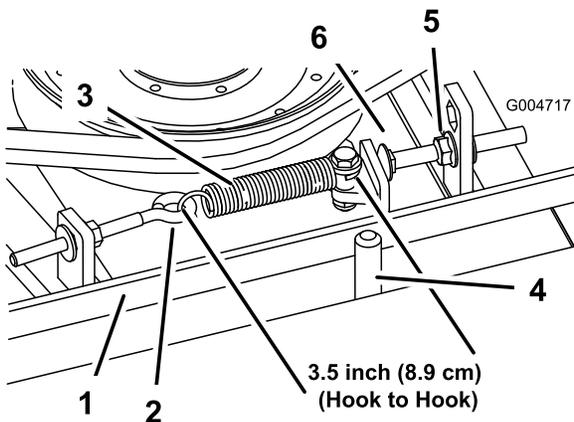

Рисунок 70
При правильном натяжении результат измерения натяжной пружины (между крюками) должен быть приблизительно равен $8,9 \text{ см} \pm 0,63 \text{ см}$ (внутри). После достижения правильного натяжения пружины отрегулируйте упорный болт (кадетный болт) до достижения зазора прибл. $0,32 \text{ см} \pm 0,152/0,000 \text{ см}$ между головкой болта и рычагом натяжного шкива (Рисунок 70).
Примечание: Убедитесь, что ремень расположен на направляющей ремня со стороны пружины (Рисунок 70).
2. Ослабьте рым-болт, чтобы можно было снять натяжную пружину (Рисунок 70).
3. Ослабьте фланцевую гайку, которая крепит упорный болт к монтажному выступу. Отверните гайку на достаточную величину, чтобы рычаг натяжного шкива мог пройти мимо упорного болта (Рисунок 70). Для снятия натяжения ремня отведите натяжной шкив от ремня.
8. Заново подсоедините пружину растяжения (Рисунок 70) к рым-болту и натяните ремень следующим образом: